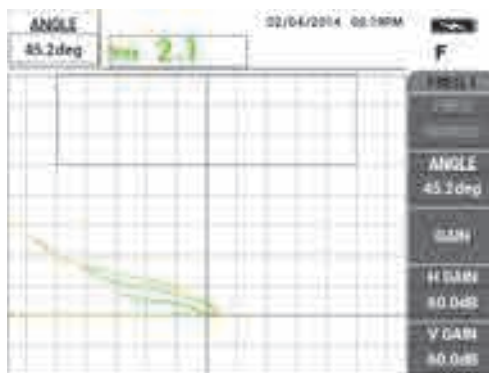

Рис. 5-4 Сигнал отрыва максимально приближен к горизонтальному
6. Нажмите клавишу ANGLE (◀↗). Параметр УГОЛ возвращается к режиму грубой настройки (режим по умолчанию). Нажмите клавишу Enter (✓) для переключения параметра УГОЛ в режим мелкой настройки. С помощью ручки, отредактируйте значение УГОЛ так, чтобы сигнал отрыва был максимально близок к горизонтальному см. Рис. 5-4 на стр. 129).